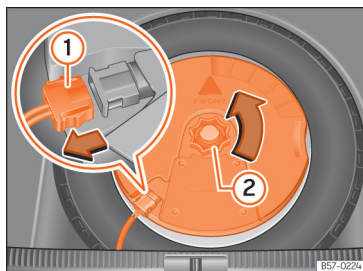

Fig. 242 Na bagageira: desmontar o subwoofer.
- Desligue o cabo do altifalante subwoofer »» **Fig. 242 ①.**
- Rode a rodinha de fixação no sentido contrário ao dos ponteiros do relógio »» **Fig. 242 ②.**